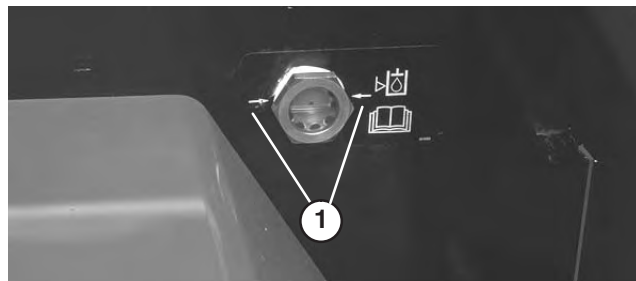
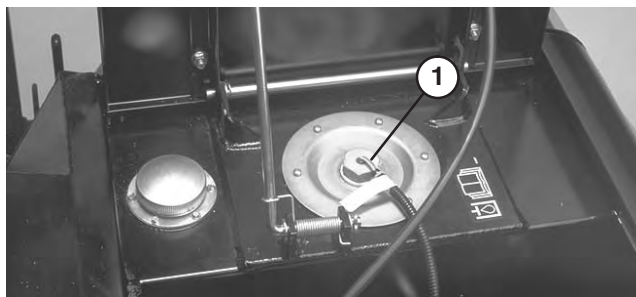

Figure 40
Figure 41
Lorsque la machine est garée sur une surface plane et horizontale, le niveau d'huile hydraulique doit se trouver entre 6 et 13 mm en dessous des flèches du viseur de niveau lorsque l'huile est froide. Si l'huile est chaude, le niveau doit atteindre les flèches du viseur (Fig. 40). Faites l'appoint d'huile hydraulique si le niveau est bas.
2. Nettoyez la surface autour du couvercle du réservoir (Fig. 41). Enlevez le couvercle et ajoutez la quantité d'huile hydraulique nécessaire pour que le niveau atteigne les flèches du viseur (Fig. 40) (voir Contrôle du niveau d'huile hydraulique).
4. Lorsque les plateaux de coupe sont relevés et que l'huile est chaude, observez le viseur de niveau (Fig. 40). Si l'huile hydraulique n'est pas au niveau des flèches, ajoutez une quantité d'huile suffisante pour rectifier le niveau. Ne remplissez pas complètement le réservoir si l'huile est froide.
6. Observez le viseur de niveau (Fig. 40). Le niveau d'huile doit atteindre les flèches quand l'huile est chaude. Si le niveau d'huile est bas, faites l'appoint.